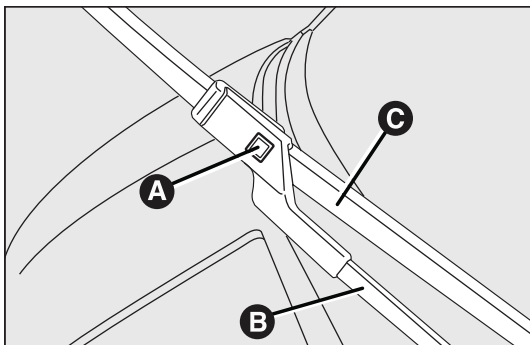

Fig. 44
- til de wisserwerm A fig. 44 van de voorruit en plaats het wisserblad onder een hoek van 90° ten opzichte van de arm;
- druk op de knop A en verwijder uit de arm B fig. 44 het wisserblad C fig. 44;